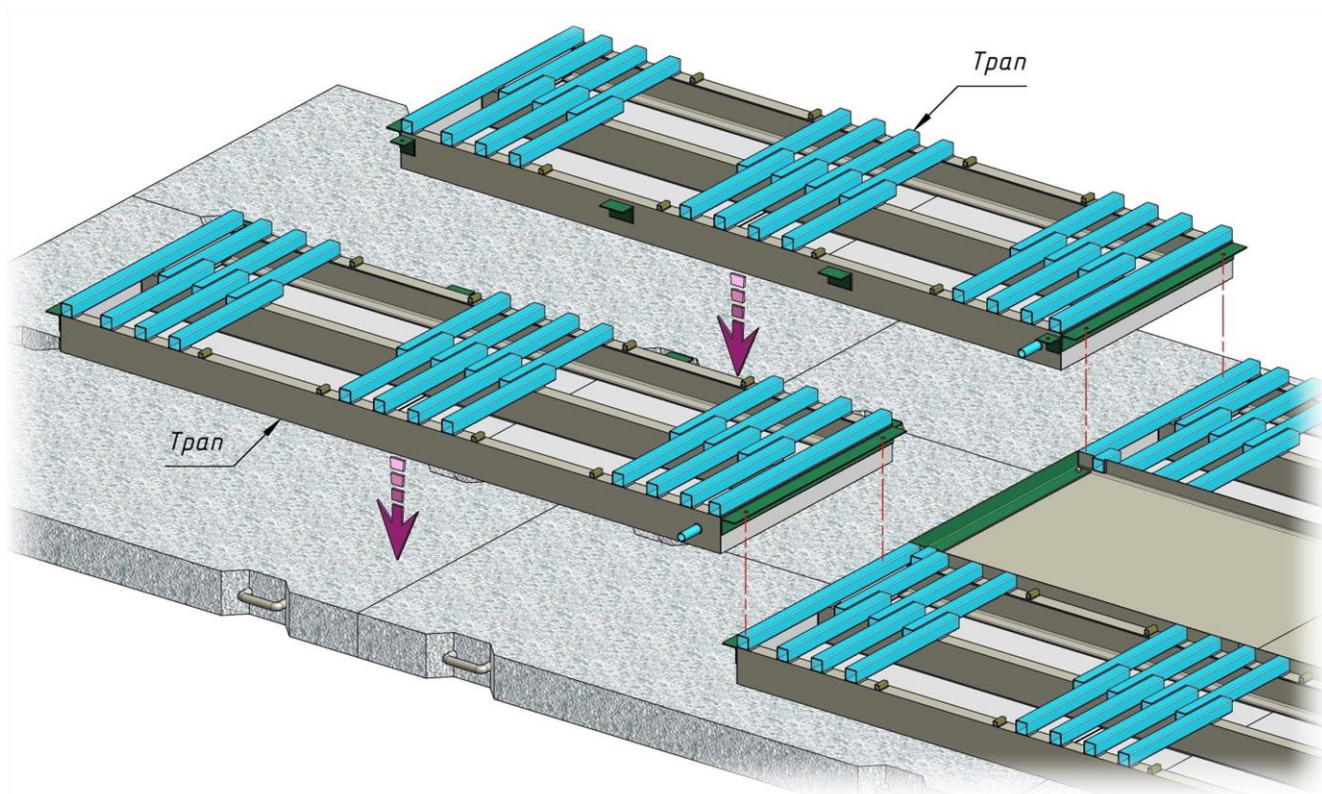

Рисунок 4
– далее устанавливаются оставшиеся два трапа, которые крепятся сзади к уже имеющимся трапам с помощью четырех болтов M12x40/гаек M12, с последующим соединением между собой шлангом, который затягивается червячными хомутами (смотри рис. 4);